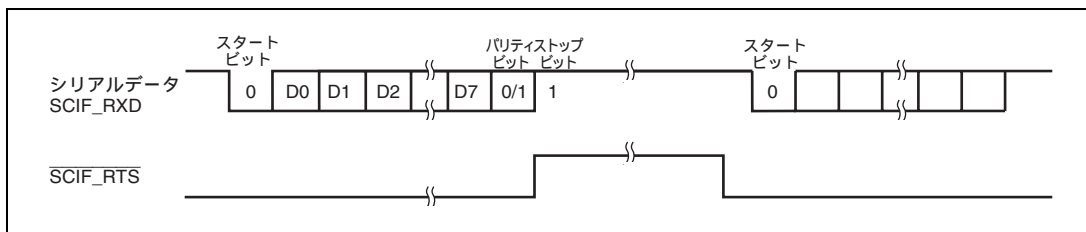

図 27.14 モデムコントロール ($\overline{\text{SCIF_RTS}}$) 時の動作例
5. モデムコントロールイネーブル時は、SCFRDRの空き状況によって $\overline{\text{SCIF_RTS}}$ 信号を出力します。 $\overline{\text{SCIF_RTS}}$ が0のときは受信可能状態です。 $\overline{\text{SCIF_RTS}}$ が1のときはSCFRDR内のデータ数が、 $\overline{\text{SCIF_RTS}}$ 出力アクティブトリガ設定数以上であることを示します。 $\overline{\text{SCIF_RTS}}$ 出力アクティブトリガ値は、「27.3.9 FIFOコントローラレジスタ (SCFCR)」のビット10~8で指定します。また、SCSCRのREビットが0のときも、 $\overline{\text{SCIF_RTS}}$ が1になります。モデムコントロール時の動作例を図27.14に示します。